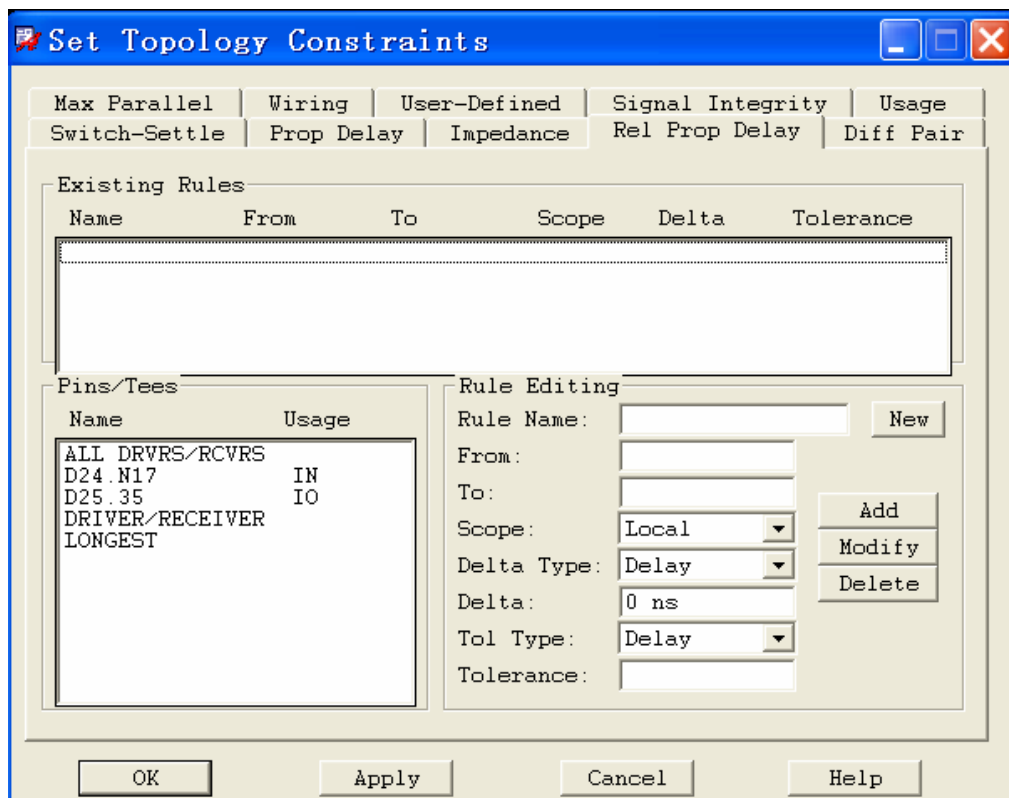

图 5-5 设置 Rel Prop Delay 值
3) **Rel Prop Delay** 项, 如图 5-5 所示。